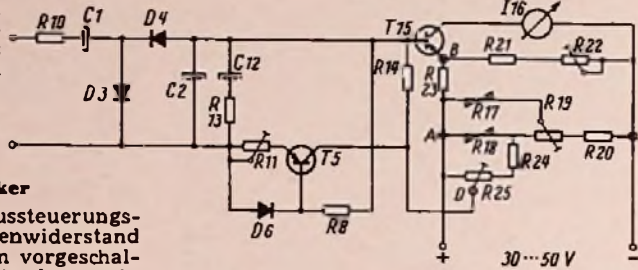

Bild 7. Gesamtschaltung eines Aussteuerungsmessers mit einem Transistor-Gleichstromverstärker
Aus diesen Gründen wird anstelle des Instrumentes ein Transistor-Gleichstrom-Verstärker verwandt, dessen Eingangswiderstand durch eine Stromgegenkopplung im Emitter auf den gewünschten Wert gebracht wird. Es ist dann möglich, hinter dem Gleichstrom-Verstärker ein kräftiges Meßwerk mit guten ballistischen Eigenschaften zu verwenden. Bild 7 weist nun gegenüber Bild 6 einige Veränderungen in der Logarithmierungsschaltung auf,
Eine hierfür geeignete Schaltung ist in Bild 7 dargestellt. Sie besteht aus einem Transistor T 15 in geerdeter Emitterschaltung, einem Anzeige-Instrument I 16 und einer in der Emitter-Zuleitung liegenden nichtlinearen Brückenschaltung.
**Einzelteile für Bild 7**